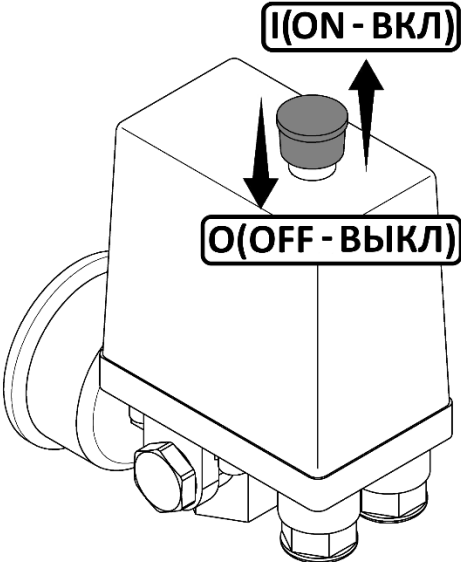

Рисунок 4
- Проверьте, чтобы выключатель на реле давления находился в выключенном положении "O" (рисунок 4).
- Выключить компрессор выключателем на прессостате. Для этого необходимо переключить выключатель в положение "O" или "OFF", в зависимости от исполнения (см. рисунок 4). После этого остановится электродвигатель и произойдет сброс давления из нагнетательного воздухопровода и поршневого блока.
- 1 Переключите выключатель на прессостате в положение "О" или "OFF", в зависимости от исполнения (см. рисунок 4).